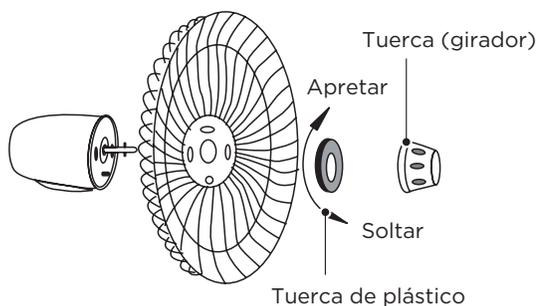

Fig.5
- 1 Desenrosque la tuerca (girador) hacia la derecha (o sáquelo de la bolsa) y la tuerca de plástico en sentido contrario a las agujas del reloj para quitar ambos. Fije la protección trasera al motor y vuelva a apretar la tuerca de plástico. (Fig. 5)